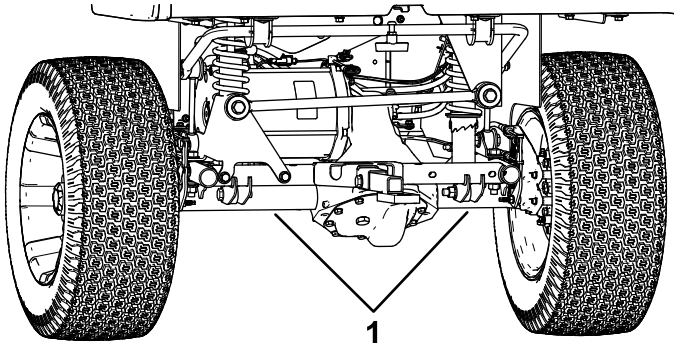

Bild 28
- Die hintere Hebestelle der Maschine befindet sich unter den Achsrohren (Bild 28).